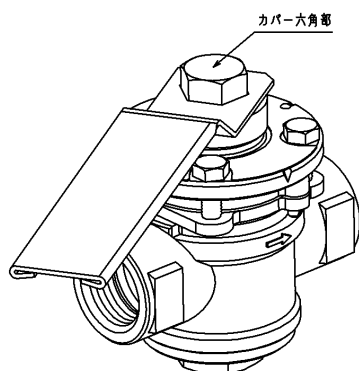

図5
- 1) 切換操作は、図 5 のようにカバー頂部の六角部(二面幅24mm)をオプションのハンドル・スパナ・モンキー等で回して下さい。